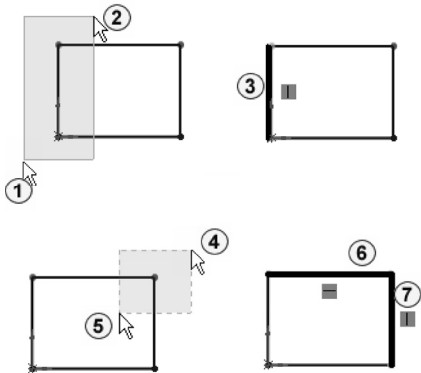

图 2-8 不同框选方向的不同结果
- 1) 由左向右拖动鼠标框选草图实体，框选框显示为实线，框选的草图实体只有完全被框选住才能被选中，如图 2-8 中①～③所示。
- 2) 由右向左拖动鼠标框选草图实体，框选框显示为虚线，只要草图实体有部分在框选内，该草图实体即被选中，如图 2-8 中④～⑦所示。